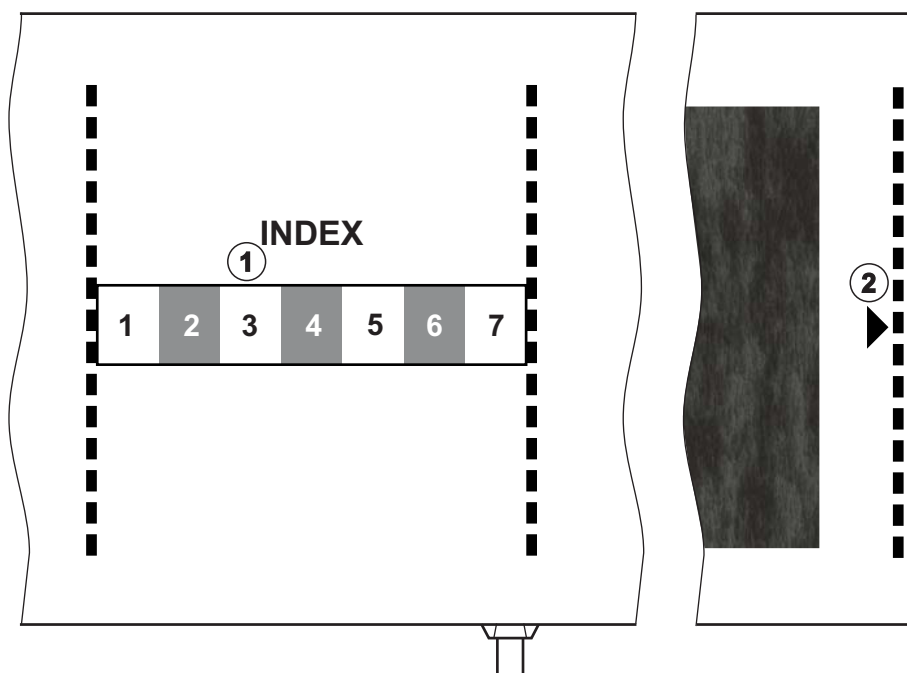

Fig. 11-4 Merkinger for riktig mansjettstørrelse
Mansjettstørrelsen er riktig for pasientens overarmomkrets hvis den prikkede linjen som er merket med en pil (ved kanten av mansjetten, se Fig. 11-4, ②), befinner seg i området som er merket med "INDEX" (①) når mansjetten settes på.